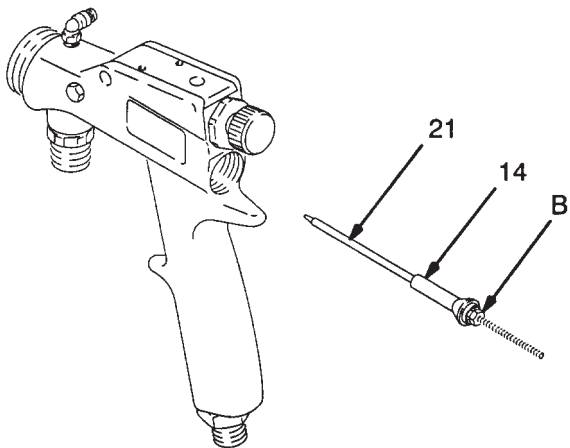

Fig. 10
7. Posizionare la nuova valvola dell'aria (14) sullo spillo del fluido (21) contro il dado (B). Ved. Fig. 10. Tale operazione contribuisce ad allineare l'entrata dello stelo della valvola dell'aria nel diametro interno della tenuta a U (33) senza danneggiare il labbro della tenuta.
8. Installare lo spillo del fluido (21) e la valvola dell'aria (14) nella parte posteriore della pistola.